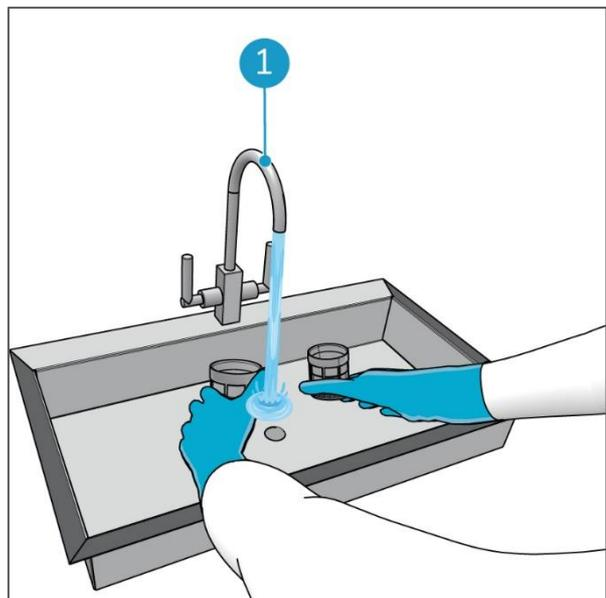

Figure 68
5. Nettoyez le filtre à eau à l'eau du robinet, de l'intérieur vers l'extérieur. Nettoyez le couvercle à l'eau du robinet. Nettoyez les deux pièces dans un évier (Figure 68, pos. 1).